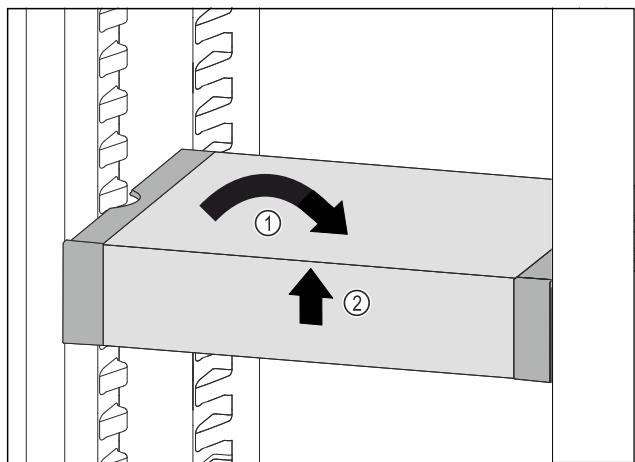

Fig. 79
- VarioSafe ustawić prosto. Fig. 79 (1)
- VarioSafe unieść z przodu. Fig. 79 (2)